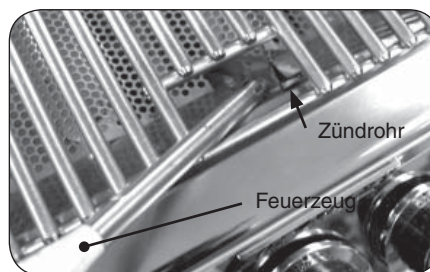

Abb. 14-2 - Manuelle Zündung
2. Fügen Sie entweder ein brennendes Gasfeuerzeug mit langem Hals oder ein langes brennendes Zündholz durch die Öffnung im Grillrost zum Austritt des Zündrohrs (Abb. 14-2). Beim Infratorbrenner halten Sie die Flamme gegen das perforierte Material des Infratorbrenners.
4. Wenn der Brenner nicht zündet, **lassen Sie den Brennerregler sofort los und drehen das Ventil in die Position OFF**. **WARTEN SIE FÜNF (5) MINUTEN**, bevor Sie die Schritte 2 bis 4 der Anleitung zur MANUELLEN ENTZÜNDUNG wiederholen.